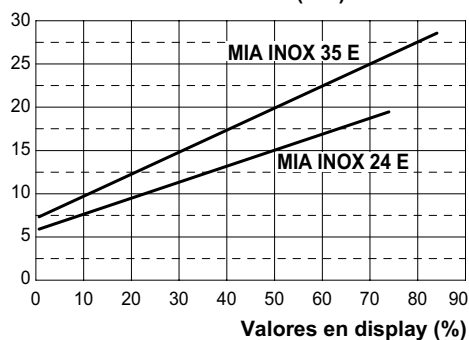
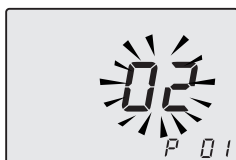
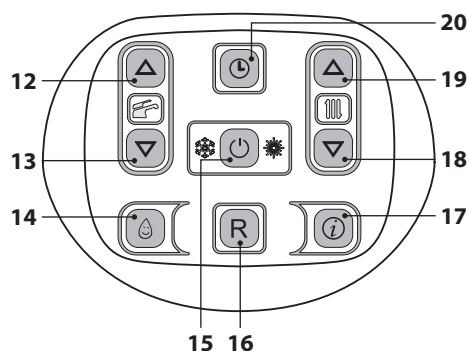

Figura 7.9
Figura 7.12
Figura 7.13
El gráfico de la Figura 7.9 muestra cómo varía la potencia útil de la caldera al modificarse el valor ajustado en la tarjeta de control.
- Entre en la "modalidad de programación" pulsando simultáneamente durante 10 segundos los botones 15 - 18 - 19 (Figura 7.13) hasta que aparezcan en el display LCD las letras **P01** y el valor del parámetro, que indican que se ha entrado en el "parámetro 01" (Figura 7.12).
- Utilizando los botones 12 o 13 (Figura 7.13) se puede modificar el valor del parámetro 12 (consulte el gráfico Figura 7.9 para determinar el valor correcto en función de la potencia útil de calefacción).
- Pulsando el botón 15 (Figura 7.13) se confirma el valor introducido.